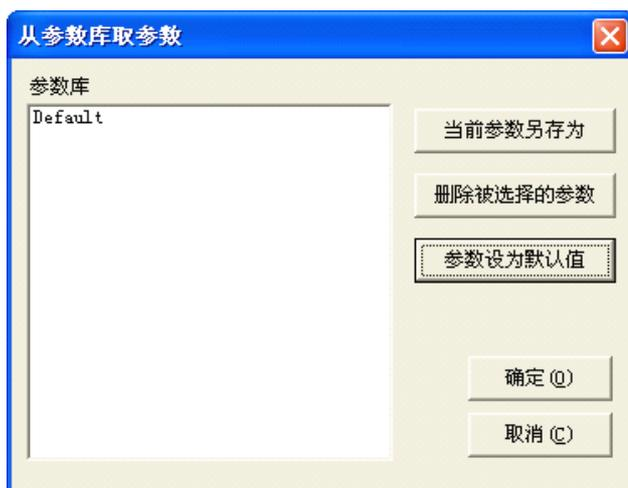

图 10-6 加工参数库列表
**从参数库取参数：**按此按钮后系统弹出图 10-6 所示的对话框。